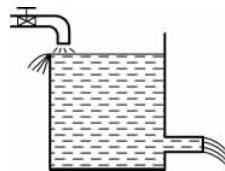

图 3-4 恒定流动
(4) 恒定流动(稳定流动或定常流动)是指当液体流动时,液体中任一点处的压力  $p$ 、流速  $u$  及密度  $\rho$  都不随时间  $t$  变化的流动,如图 3-4 所示。
(FIGURE 3-4 Invariable flow)